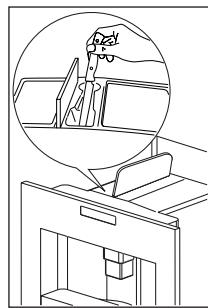

Рис. 28
- Регулярно (приблизительно один раз в месяц) проверяйте, не засорилась ли воронка для молотого кофе (Рис. 28).